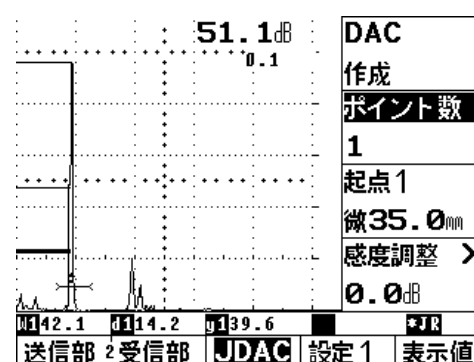

図 6 250mm での DAC 作成
DAC 初期画面では、DAC の下は“オフ”になっているので、DAC 表示の横の  キーを押し、右ダイヤルを回して、表示を“作成”にする。(図 6 参照)
- ⑦STB-A2 φ44 の 0.5S の最大エコーを検出し、エコー高さを 80%~100% に調整する。
- ⑧起点 1 の右横の  キーを押し、0.5S のエコーにゲート 1 を掛け、 キーを押すと 0.5S までの区分線が描かれる。(図 6 参照)